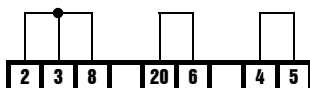

Fig. 5 Verbindungen im Stecker 3.496.8560
- Spindelnullpunkt kontrollieren, siehe Fig. 5.